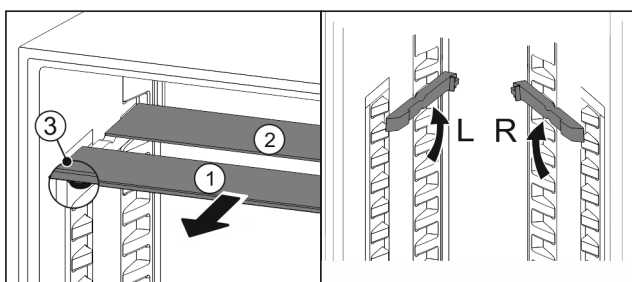

Fig. 71
- ▶ Skleněné desky jednotlivě vytáhněte dopředu Fig. 71 (1).
- ▷ Skleněná deska Fig. 71 (1) s ozdobnou lištou leží vpředu.
- ▷ Zářky Fig. 71 (3) směřují dolů.